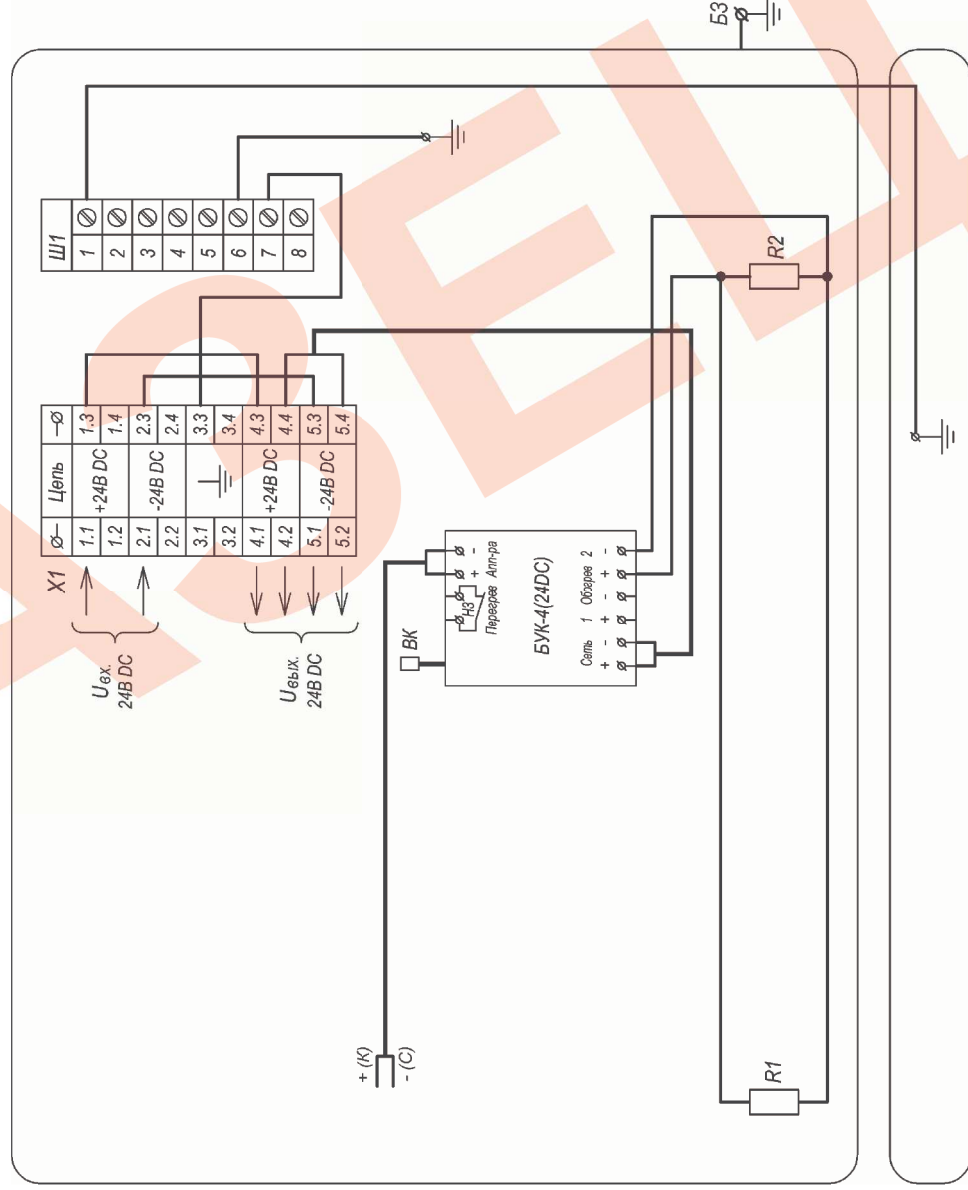

Рис.2 Схема электрическая принципиальная
Подключение производится в соответствии со схемой электрической принципиальной (рис.2). Для подключения необходимо:
3. Подключить оборудование согласно схеме электрической принципиальной (рис.2).
5. Ввести через кабельные вводы внешние кабели и выполнить подключения (см. рис.2 и п. «подключение»). Затянуть кабельные вводы.